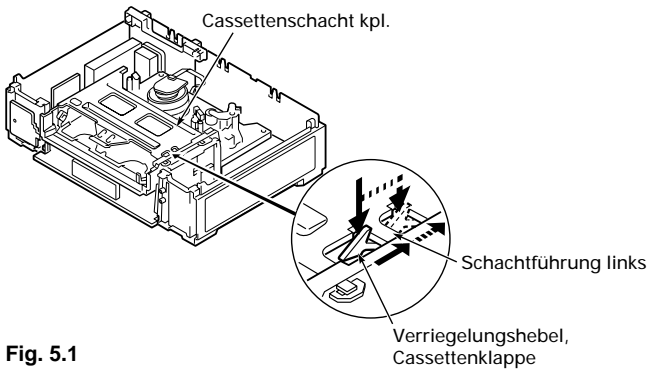
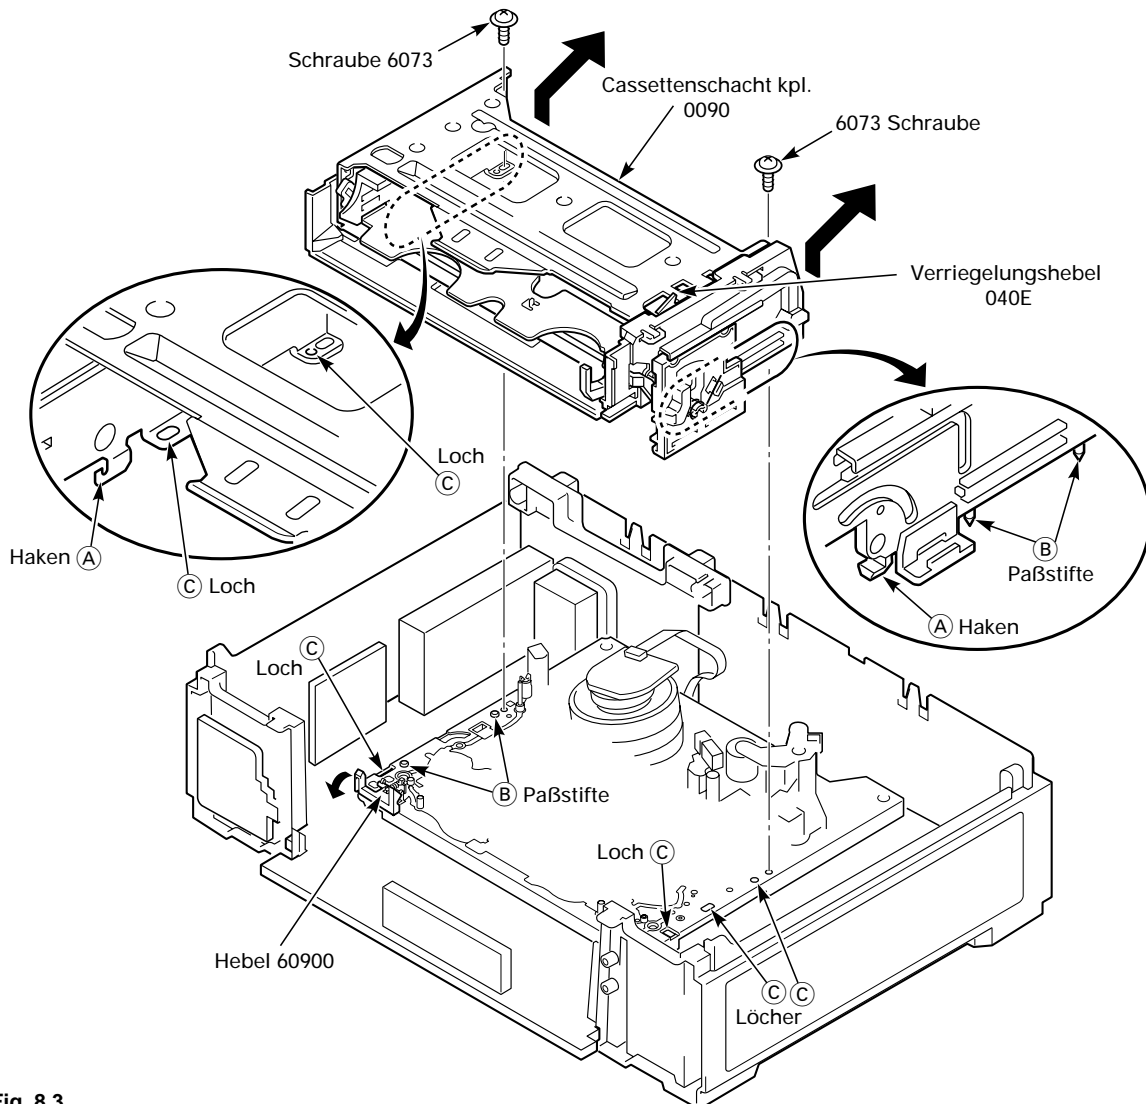

Fig. 5.1
Fig. 8.3
Hinweis: Soll die Prüfung der Laufwerksfunktionen ohne Cassette erfolgen, ist darauf zu achten, daß der Verriegelungshebel der Cassettenklappe (Pos. 040E) entriegelt wird (Fig. 5.1).
Hinweis: Soll die Überprüfung der Laufwerksfunktionen ohne Cassette erfolgen, muß darauf geachtet werden, daß der Verriegelungshebel der Cassettenklappe (Pos. 040E) entriegelt wird (Fig. 5.1).
- 2 Schrauben (Pos. 6073) herauserschrauben (Fig. 8.3).
Hinweis: Beim Einsetzen des Cassettenschachts (Pos. 0090) muß der Hebel (Pos. 60900) nach vorne gedrückt werden. Der Cassettenschacht (Pos. 0090) ist dann richtig positioniert, wenn die beiden Haken (A) und die Paßstifte (B) in die Löcher (C) eingreifen (Fig. 8.3).
- Verriegelungshebel (Pos. 040E, Fig. 8.3) entriegeln und den Schachtboden (Pos. 040A) nach unten fahren (Fig. 5.1).